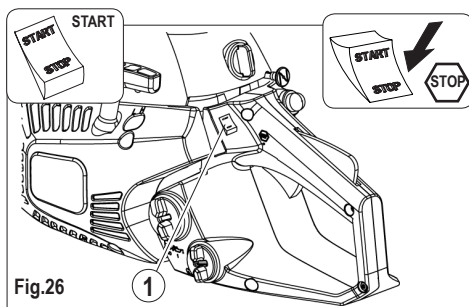

Fig.26
2) Premere l'interruttore di arresto nella posizione "START" (fig.26 part.1).
1) Premere l'interruttore di arresto nella posizione "START" (fig.26 part.1).